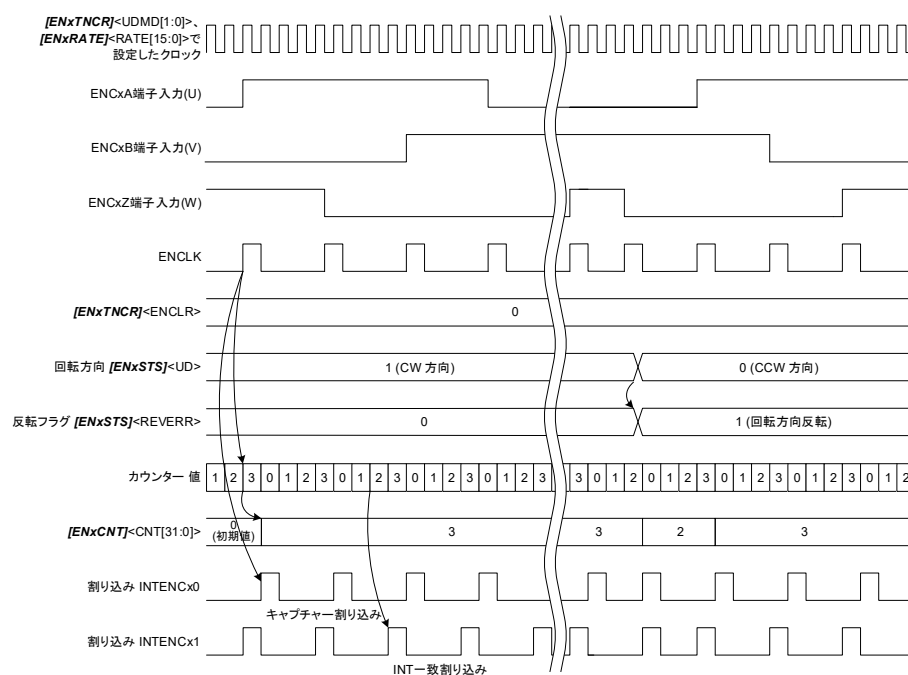

図 3.9 3相デコード ($[EN \times TNCR] < P3EN = 1$)
- (ii) 3 相デコードを行う($[ENxTNCR] \langle P3EN \rangle = 1$)。 (「図 3.9 3 相デコード($[ENxTNCR] \langle P3EN \rangle = 1$)」)